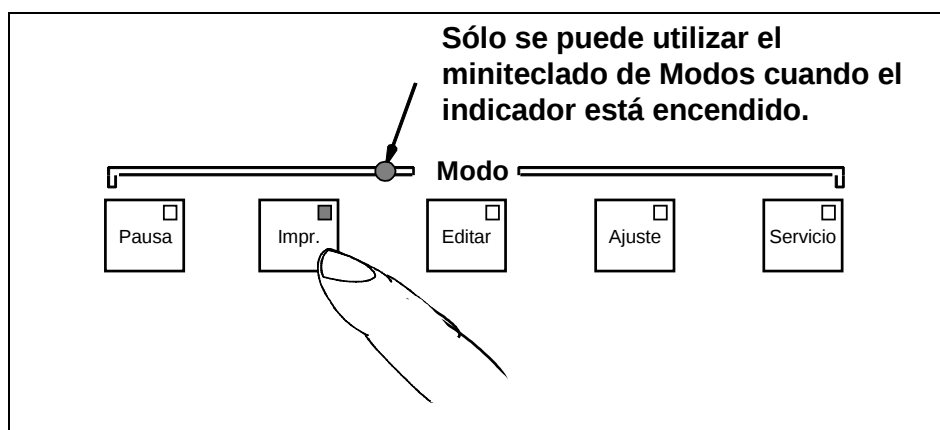

Figura 5-4. Cómo acceder al modo de Imprimir
Sólo se puede acceder al modo de imprimir cuando está encendido el indicador del miniteclado de Modos en el teclado (consulte la Figura 5-4).
2. Pulse la tecla **Impr.** cuando se encienda el indicador del miniteclado de Modos en el teclado (consulte la Figura 5-4).